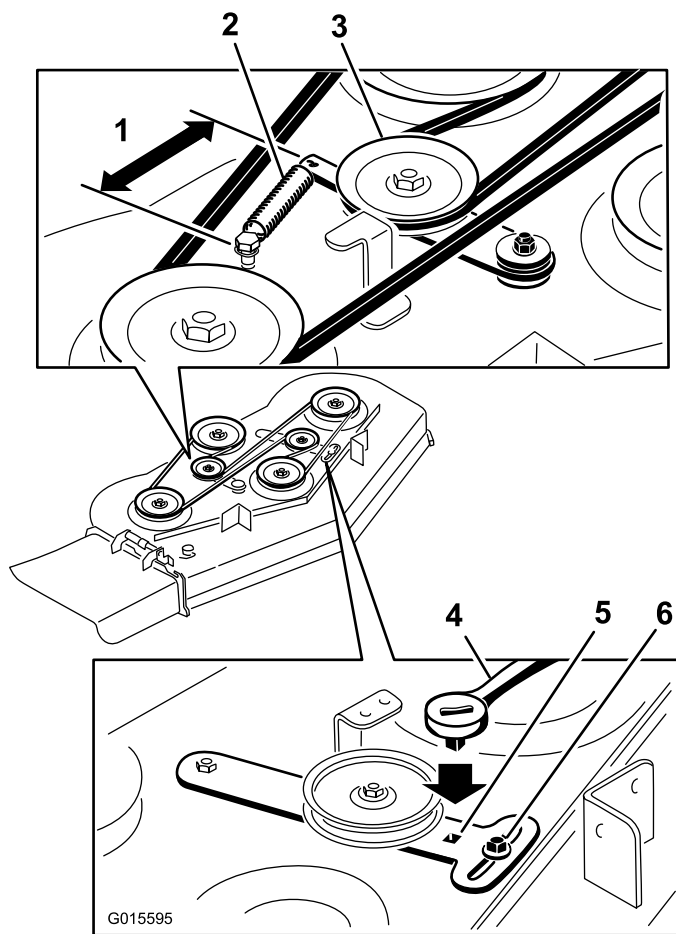
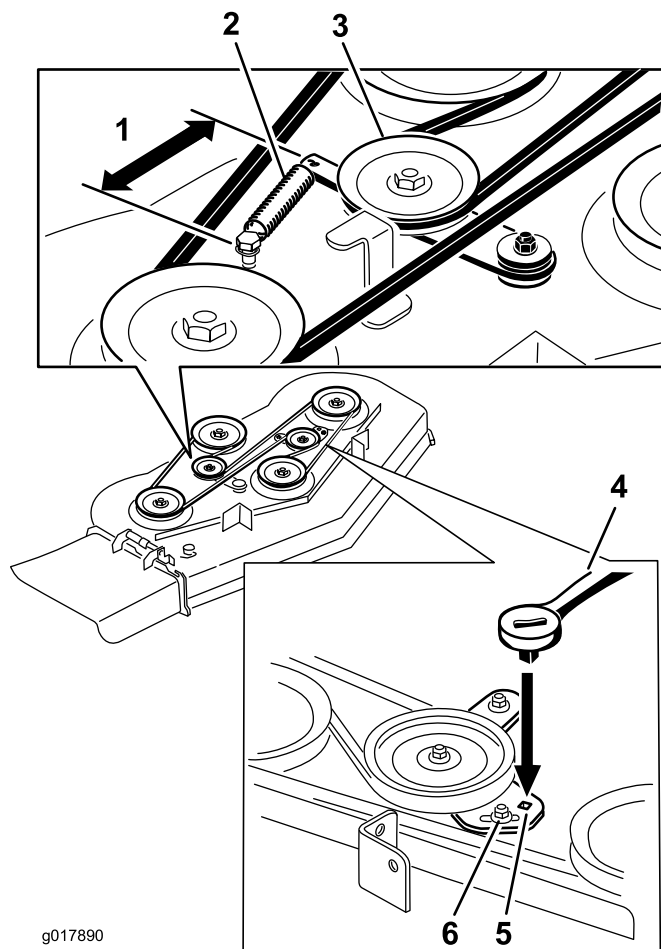

図 66
図 67
4. 前アイドルプーリのナットをゆるめる (図 66 と図 67)。
5. 磨耗したデッキベルトを取り外す (図 66 と図 67)。
6. 新しいベルトをデッキプーリとクラッチプーリに掛け回す (図 66 と図 67)。
7. アイドラームにラチェットを差し込んでアイドルプーリを締め付け、スプリングの長さ (フックからフックまで) を 165mm とする (図 66 と図 67)。
8. ナットを締めて前アイドルプーリを締め付ける (図 66 と図 67)。